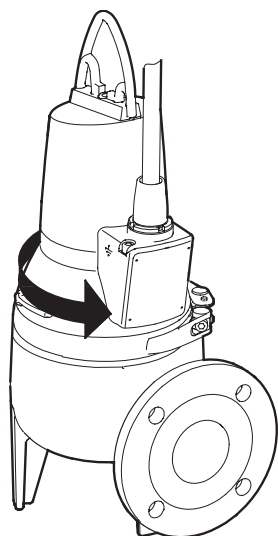

Рис. 8 Направление вращения
3. При правильном подключении электродвигателя насос будет испытывать резкий рывок в направлении, противоположном направлению вращения, смотрите рис. 8. В противном случае необходимо поменять местами подключение двух любых входных проводов питания электродвигателя.